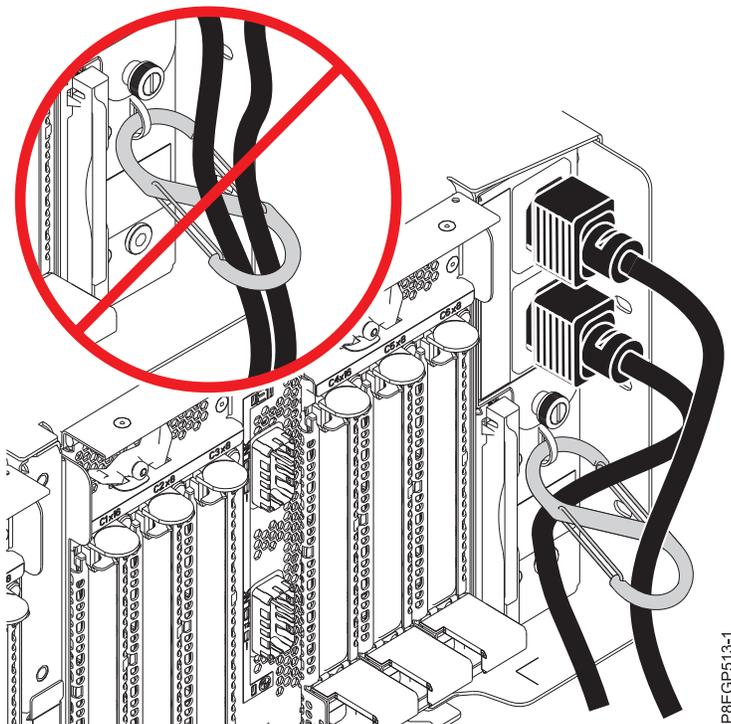

Figura 20. Cómo hacer pasar los cables de alimentación por el mosquetón y conectarlos a la fuente de alimentación
- b. Haga pasar los cables de alimentación por el mosquetón de forma que el Módulo de despliegue de 6 ranuras PCIe3 o los módulos queden despejados. Consulte Figura 20.
- c. Conecte los otros extremos de los cables de alimentación a las fuentes de alimentación en el cajón de expansión PCIe3 EMX0 que está instalando. Consulte Figura 20.